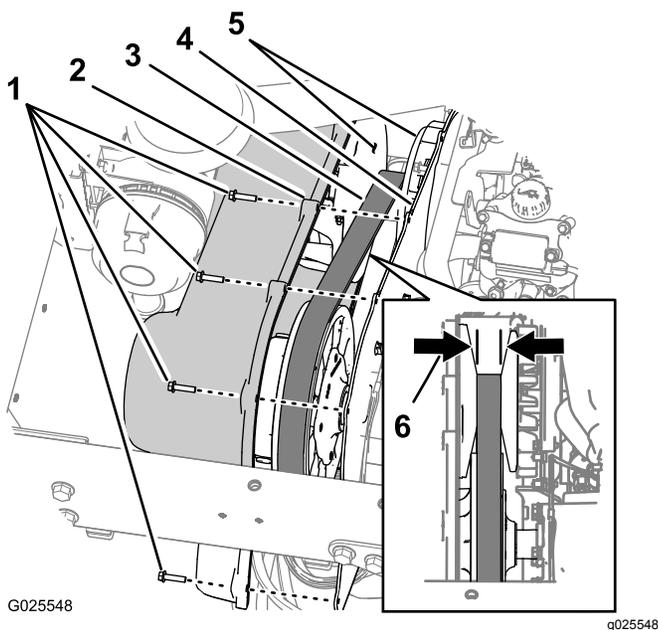

Рисунок 63
1. Выверните 9 болтов с шестигранными головками с буртиком (1/4 x 1 дюйм), которые крепят крышку коробки передач к монтажной пластине коробки передач (Рисунок 63).
- Сдвиньте крышку вперед, чтобы можно было увидеть ремень привода (Рисунок 63).
- Проверьте конические плоские грани первичной муфты сцепления на отсутствие признаков повреждений (Рисунок 63).
- Проверьте ремень привода, нет ли недостающих или поврежденных зубцов (Рисунок 63).
- Измерьте ширину ремня и запишите ее (Рисунок 63).
**Примечание:** Если ширина ремня составляет 29,5 мм или меньше, замените ремень (Рисунок 63).
- Совместите отверстия в крышке коробки передач с отверстиями в монтажной пластине (Рисунок 63).
- Прикрепите крышку к монтажной пластине (Рисунок 63) с помощью 9 болтов с шестигранными головками с буртиком ( $\frac{1}{4}$  x 1 дюйм), снятых при выполнении пункта 1, и затяните болты с моментом от 10,2 до 12,4 Н·м.